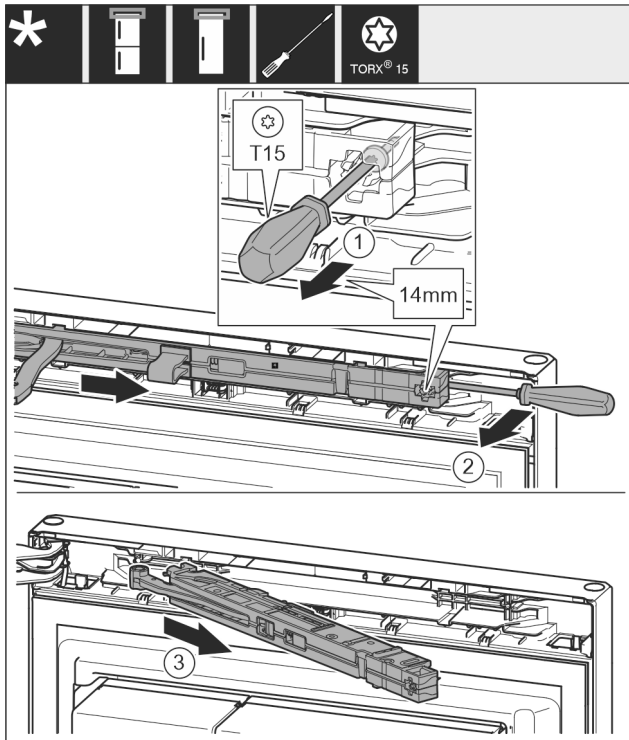

Fig. 10
- ▶ Schraube an Schließdämpfereinheit mit Schraubendreher T15 ca. 14 mm lösen. Fig. 10 (1)
- ▶ Mit einem Schraubendreher griffseitig hinter die Schließdämpfereinheit fahren und nach vorne drehen. Fig. 10 (2)
- ▶ Schließdämpfereinheit herausziehen. Fig. 10 (3)